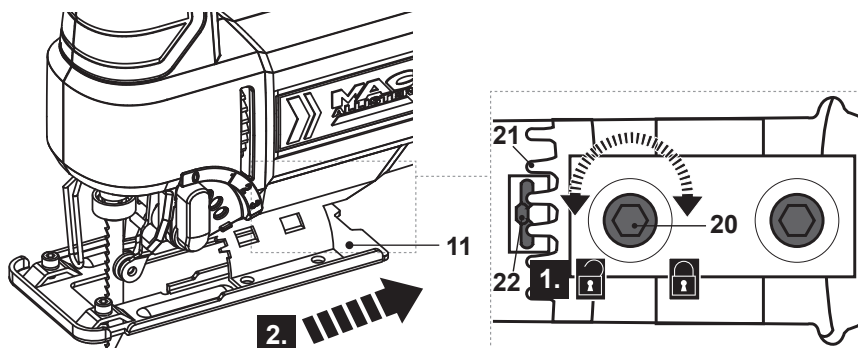

Fig. 7
- > Slăbiți cele 2 șuruburi hexa (20) cu cheia hexa (6) în sens contrar acelor de ceasornic (Fig. 7, pasul 1).
- > Glisați spre înapoi placa de bază (11) pentru a decupla dinții (21) de pe știft (22) (Fig. 7 pasul 2).